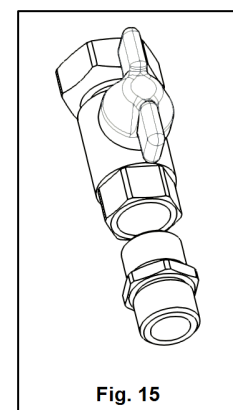

Fig. 15
10. Se monteaza niplurile R, pe robinetii cu olandez M, asigurandu-se etansarea cu snur de canepa (Fig. 15).